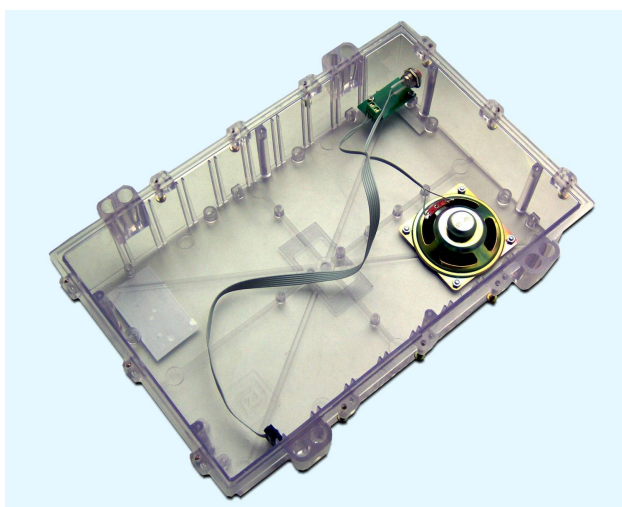

Рисунок 11 - Крышка блока БДК-Л-4М2
2) Подключить к разъему ХР5 КСН блока БДК-Л-4М2 шлейф переговорного устройства, расположенного на крышке корпуса блока (рисунок 11).
4) Подключить к разъему XP5 КСН блока БДК-Л-4М2-УКЛ шлейф переговорного устройства, расположенного на крышке корпуса блока (рисунок 11).